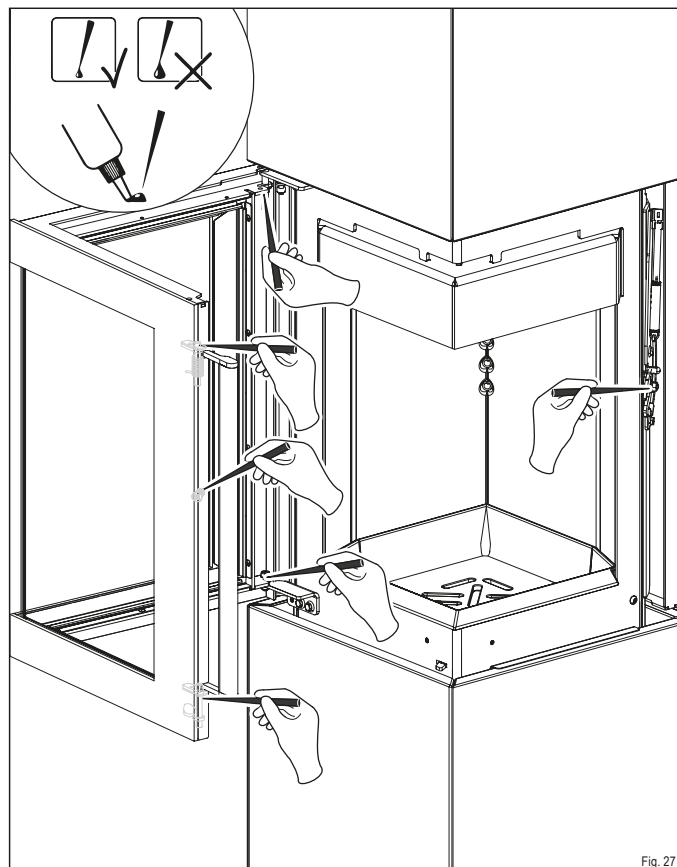

Fig. 27
- ▶ Lubrifiez les points avec la graisse spéciale de la Startbox (Fig. 27).